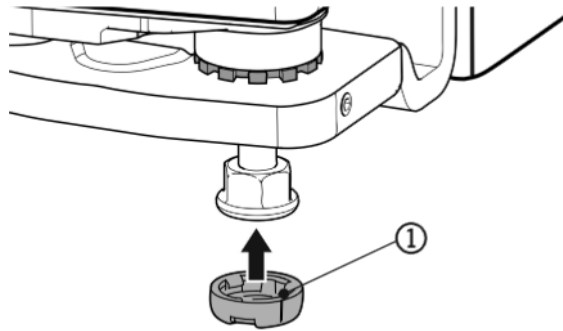

Fig. 5
- Kappe Fig. 5 (1) aufklipsen. Auf richtigen Sitz achten.